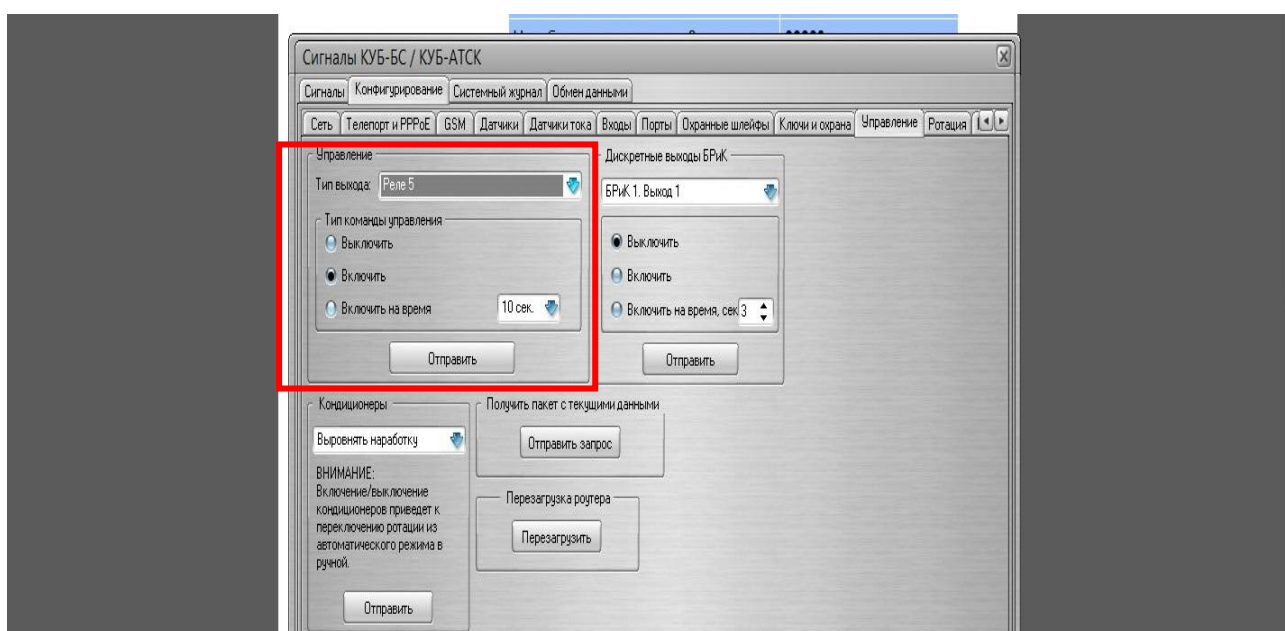

Рис. 14
1. При дистанционном принудительном включении реле 5, происходит замыкание выходных контактов реле 5, вследствие чего происходит подача напряжения 12В на управляющий контакт «Заслонка на А.О.» автоматической воздушной заслонки. Поддача управляющего сигнала переключает подачу воздуха от отопителя в А.О. После переключения на нужное направление, двигатель воздушной заслонки автоматически отключается. Одновременно, тот же сигнал 12В, через разделительный диод, попадает на управляющую катушку Реле запуска Вэбасто 12В. Выходные контакты реле коммутируют управляющий сигнал на запуск работы отопителя в стартовый цикл работы. При этом также коммутируется светодиодный индикатор, расположенный в выключателе-кнопке, находящейся в К.О. (рис. 14)